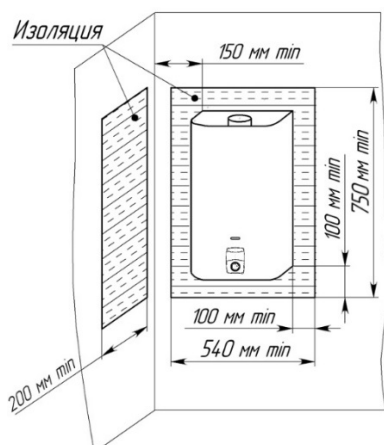

Рисунок 4. Установка аппарата на трудносгораемых стенах
7.1.6. Допускается установка аппарата на трудносгораемых стенах при условии изоляции стены оцинкованным листом толщиной 0,8...1 мм по листу базальтового теплоизоляционного картона БТК толщиной 3...5 мм. Изоляция стены должна выступать за габариты корпуса аппарата не менее чем на 100 мм с каждой стороны (рис. 4). Расстояние от боковых поверхностей аппарата до трудносгораемых стен без применения изоляции должно быть не менее 250 мм. При уменьшении указанного расстояния до 150 мм необходима установка теплоизоляции (обивка стен оцинкованным листом по листу теплоизоляционного материала). При установке аппарата на несгораемых стенах устройство изоляции не требуется.